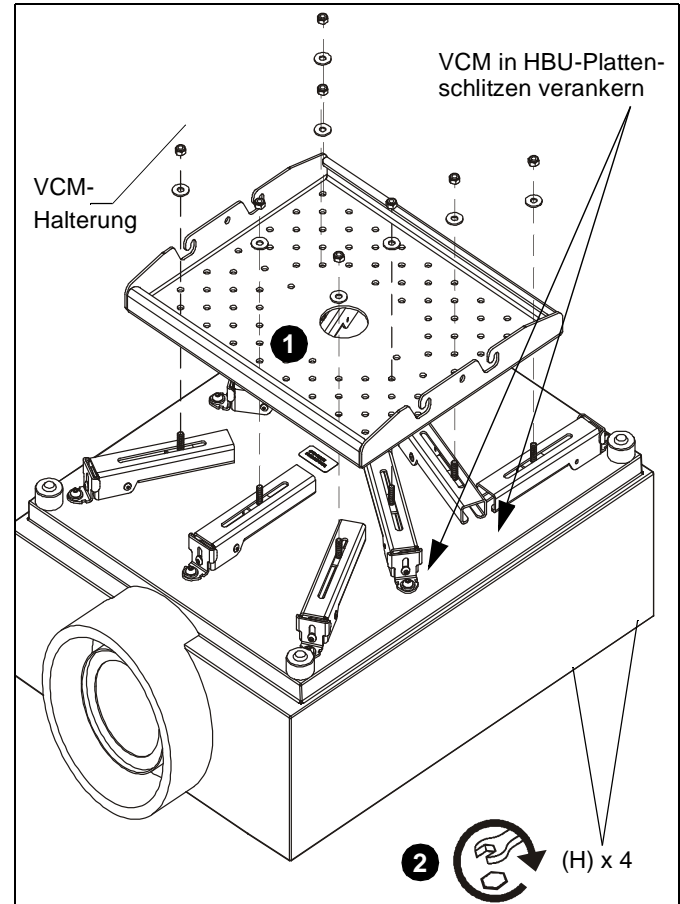

Abb. 4
1. Montieren Sie die HBU-Anschlussplatte samt dem daran befestigten Projektor gemeinsam mit den Helfern an den vier Stiften, die außen aus der (nicht mitgelieferten) VCM-Deckenhalterung ragen. (Siehe Abb. 4)
**WICHTIG!** Stellen Sie sicher, dass die VCM-Deckenhalterung fest in den Einschubschlitz der HBU-Anschlussplatte sitzt. (Siehe Abb. 4)
2. Mit vier 5/16"-Flanschmutter (H) befestigen. (Siehe Abb. 4)